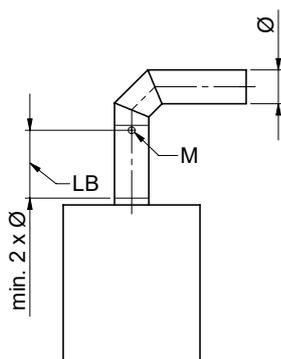
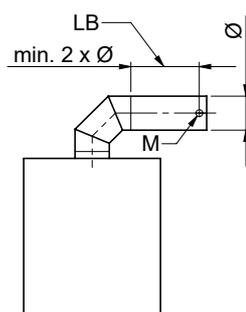

Fig. 128
Fig. 129
- j) Apertura per la misurazione dei gas combusti: l'apertura per la misurazione deve essere esterna alla caldaia (Fig. 128 e Fig. 129), pertanto utilizzare il tubo con l'apertura per la misurazione, oppure praticare un foro nel tubo dei gas combusti in acciaio inox con una punta \varnothing 11 mm.
Il foro di misurazione della polvere deve avere un diametro (\varnothing) almeno 2x il tubo di scarico dopo un tratto rettilineo di smorzamento – Fig. 128 e Fig. 129.